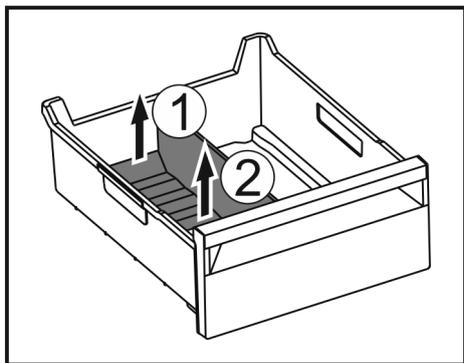

Fig. 70
- ▶ Підняти задню частину перегородки відділення для льоду. Fig. 70 (1)
- ▶ Вилучити перегородку рухом вгору. Fig. 70 (2)